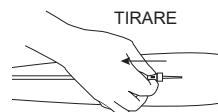

Figura 3: estrazione dell'ago
16. Con una mano, afferrare l'attacco dell'ago e la parte anteriore del proteggi ago. Tirare delicatamente per estrarre l'ago dal braccio del donatore (vedere Figura 3).